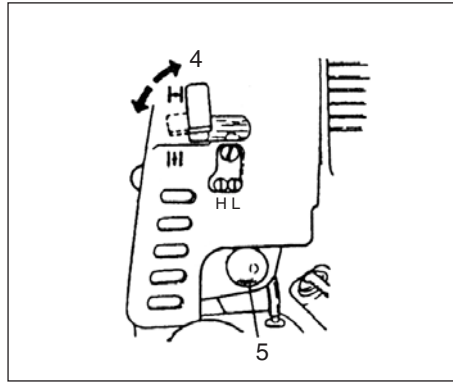

Fig.2-3
- \* Trykk på sugepumpeboblen (5) flere ganger slik at brennstoff flyter gjennom boblen eller returrøret. (Hvis utstyrt slik) (fig. 2-3)
3. Sett chokehendelen til CLOSED (lukket) posisjon (4). (fig. 2-3)